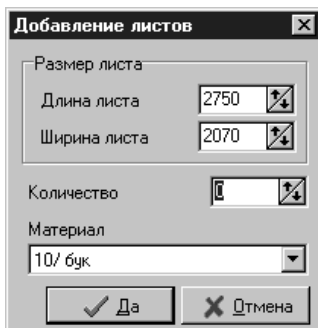

Рис. 7.2. Добавление стандартных листов на склад.
- Добавить стандартные листы на склад (рис. 7.2) - кнопка **Добавить**.